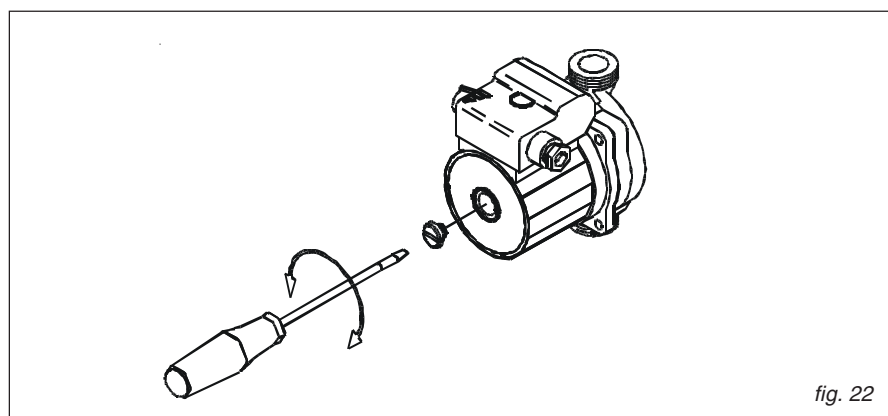

fig. 22
**NB: Dopo un certo periodo di inattività il circolatore potrebbe risultare bloccato. Prima di premere l'interruttore generale, si deve avere l'accortezza di effettuare l'operazione di sbloccaggio operando come di seguito indicato (rif. fig. 22):**